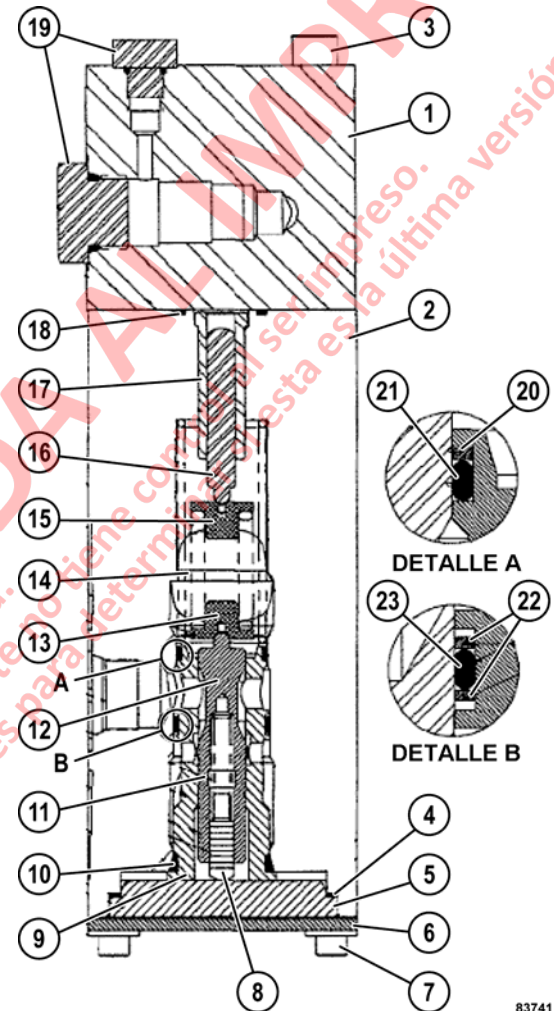

FIGURA 3-10. VÁLVULA DE RELÉ DUAL
2. Use un rotulador para marcar el cuerpo del múltiple (1, Figura 3-10) y el de la válvula (2) y así garantizar un reensamblaje correcto.
2. Aplique una película delgada de aceite hidráulico tipo C-4 en los pistones (16, Figura 3-10) e insértelos en las camisas (17). Las camisas deben deslizarse libremente y con fluidez en los orificios de la camisa. Si las piezas no se deslizan fácilmente o existe desgaste aparente, reemplace la camisa y el pistón.
3. Aplique una película delgada de aceite en los carretes del regulador (12) y deslícelos hacia el interior de las camisas (9). Los carretes deben deslizarse libremente y con fluidez en los orificios de la camisa. Si las piezas no se deslizan fácilmente o existe desgaste aparente, reemplace la camisa y el carrete.
1. Instale las camisas (17, Figura 3-10) en los orificios en la parte superior del cuerpo de la válvula (2).
2. Instale los pistones (16) en las camisas como se muestra en la Figura 3-10.
3. Aplique una película de aceite en los O-rings (18) y colóquelos en las ranuras de la parte superior del cuerpo de la válvula.
4. Posicione el cuerpo del múltiple (1) en el cuerpo de la válvula (2) alineando las marcas que se realizaron durante el desarme.
5. Asegure el múltiple al cuerpo de la válvula con dos tornillos de cabeza hexagonal (20). Apriete los tornillos con los dedos solamente.
6. Ensamble previamente el asiento del resorte superior (15), el resorte (14) y el asiento del resorte inferior (13). Inserte este conjunto en el orificio de la parte inferior de la válvula. Asegúrese de que el asiento del resorte superior esté posicionado frente al pistón (16). Repita lo mismo en el otro orificio.
7. Instale el sello de la empaquetadura de la camisa (10). Consulte el punto Detalles «A» y «B» en la Figura 3-10 e instale los O-rings (22) y (24), los anillos de respaldo (21) y (23) en las ranuras de la camisa (9).
8. Aplique una película delgada de aceite en los sellos de la camisa. Empuje cuidadosamente las camisas (9) hacia sus orificios respectivos en el cuerpo de la válvula hasta que la brida, que se encuentra en la base de cada camisa, haga contacto con el cuerpo de la válvula.
9. Ensamble previamente el carrete del regulador (12) como se indica a continuación:
- a. Inserte los resortes del carrete (11) en el orificio del carrete.
- b. Inserte los carretes de reacción (8) en los orificios del carrete y los resortes.
11. Instale la empaquetadura del tapón retenedor de la camisa (4) en el cuerpo de la válvula.
12. Verifique que los asientos del resorte (13) y (15) estén correctamente ubicados en los resortes del regulador (14) y que el pistón de reacción (8) se deslice con fluidez dentro del orificio. Instale el tapón de retención (5) en el orificio del cuerpo de la válvula.
13. Coloque el retenedor de la camisa (6) en el cuerpo de la válvula. Instale los cuatro tornillos y las arandelas (7). Apriete los tornillos de manera uniforme para asentar el tapón (5) correctamente en el orificio. Luego, apriete los tornillos a un torque final de **16 - 17 N·m (140 - 150 in lb)**.
14. Apriete los dos tornillos (3) que sujetan el cuerpo del múltiple (1) al cuerpo de la válvula (2) a **20 - 21 N·m (180 - 190 in lb)**.
15. Instale los tapones (19) en los puertos del cuerpo del múltiple. Apriete los tapones más grandes a **31 - 34 N·m (275 - 300 in lb)**. Apriete los tapones más pequeños (instalados en los puertos «TC1» y «TC2») a **10 - 11 N·m (90 - 100 in lb)**.